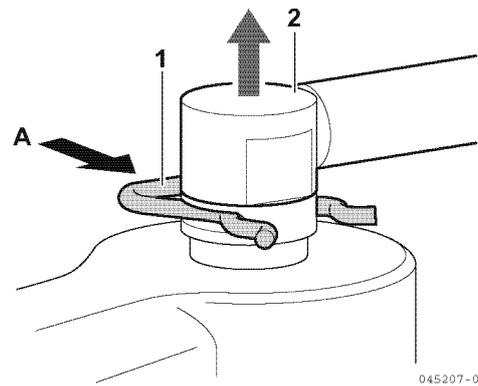

**Figure 7-4**
2. Retirez le coupleur (1, **Figure 7-4**) de la partie supérieure des injecteurs et mettez-les de côté.